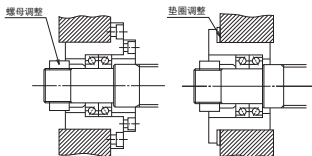

图 1.2 施加预拉伸力的轴承结构
① 控制发热量
② 实施强制性冷却
③ 避免受温度上升造成的影响
- 对丝杠轴施加预拉伸力 (见图 1.2)
(3) 基准移动量的确定方法
为了吸收由于热位移产生的伸长量，通常在安装时对丝杠轴施加相当于丝杠温度上升  $2 \sim 3^\circ\text{C}$  的预拉伸力。此时，轴承支撑结构如图 1.2 所示。